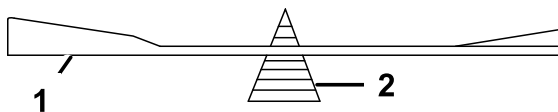

図 62
2. ブレードバランサーを使ってバランスを調べる 図 62。